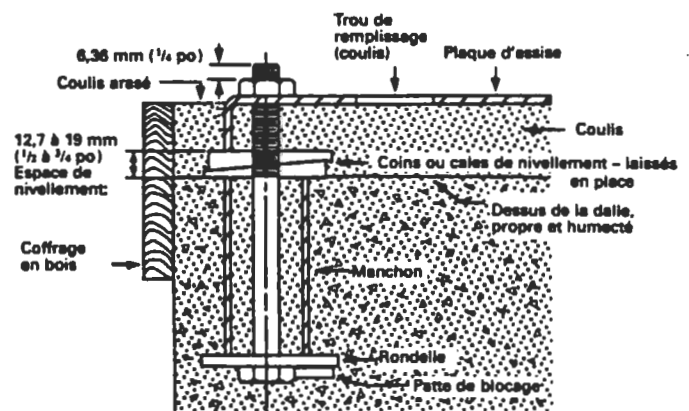

Figure 1
- 2.3.1. On doit fixer la plaque d'assise à une dalle reposant sur une semelle de fondation solide et remplir de coulis l'espace séparant la plaque et la dalle (V. fig. 1).